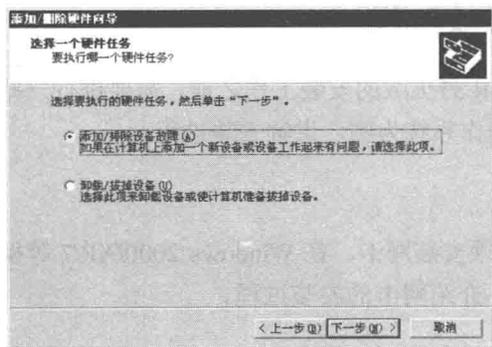
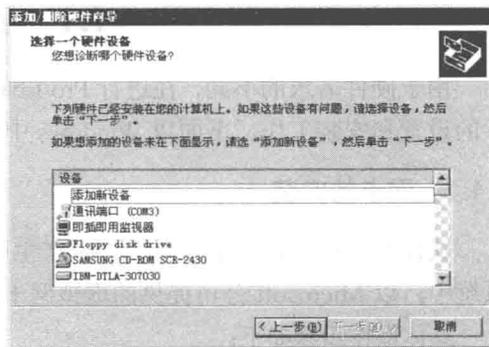

图 1.4 添加/删除硬件向导 2
图 1.5 添加/删除硬件向导 3
(3) 单击【下一步】按钮，弹出如图 1.4 所示的对话框，选择第 1 项进行新硬件的添加。系统将进行新硬件的搜索，当搜索完成后，将弹出如图 1.5 所示的选择新硬件设备对话框。